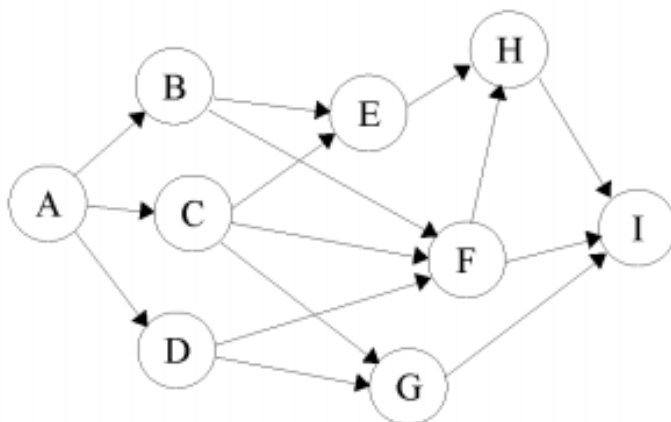

Рис. 4. Сетевая диаграмма проекта
10. Имея следующую последовательность работ (рис. 4), определите, как изменится срок реализации проекта, если работа С в связи с непредвиденными обстоятельствами будет реализовываться на 20% дольше запланированного времени.? Сроки начала каких работ сдвинутся в связи с возникшими затруднениями? Повлияет ли изменение срока реализации работы С на длину критического пути проекта?